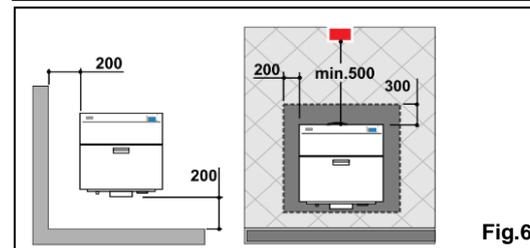

Fig.6
Controllare le distanze tra la caldaia e le pareti vicine (fig.6).
• Se il pavimento è costituito da materiale sensibile al calore, interporre una lastra di materiale (es. acciaio-vetro) con spessore adeguato tra caldaia e pavimento (fig.6).
• Rispettare una distanza minima frontale superiore a 500 mm (fig.6).